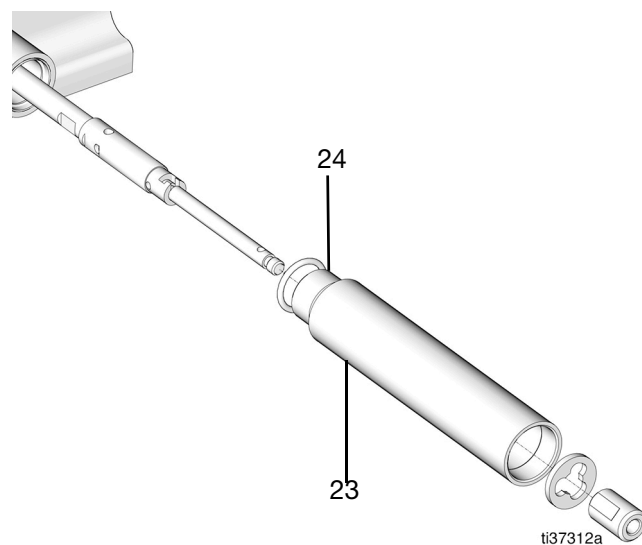

図 39
21. パイプレンチで下ポンプチューブ (23) を緩めて取り外し、下ポンプチューブ (23) から O リング (24) を取り外します (図 39)。